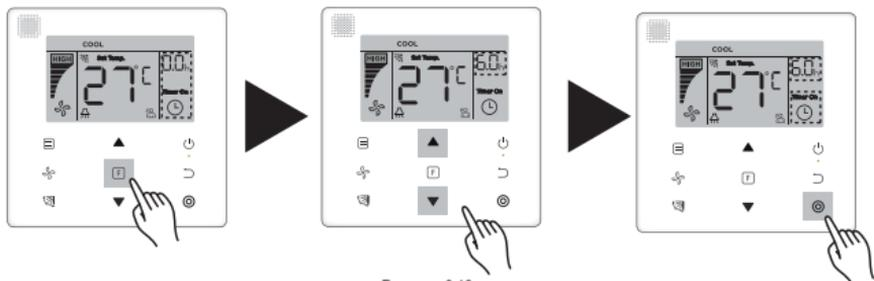

Рисунок 6.16
- 1) Настройка **«Timer On»**: нажмите кнопку  (функция) для перехода к настройке **«Timer On»**. На дисплее отобразится индикация **«0.0h Time On»** [Время включения 0.0 ч], причем слова **«Time On»** будут мигать. После этого нажмите кнопку  (подтверждение) для перехода к операции настройки таймера. Нажатиями кнопок  и  отрегулируйте значение времени, затем нажмите кнопку  (подтверждение) для завершения данной настройки таймера (см. Рисунок 6.16).